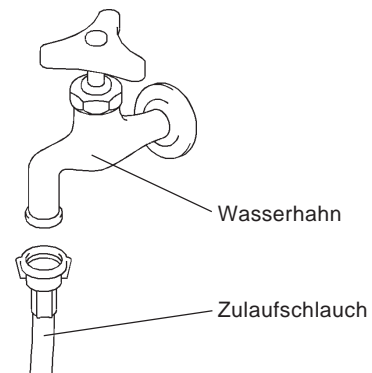

Abb. 9
- 3) Das andere Ende des Zulaufschlauches am Wasserhahn anbringen (Abb. 9); dabei beachten, daß Dichtungsscheibe richtig positioniert ist, bevor wie oben handfest angezogen wird.